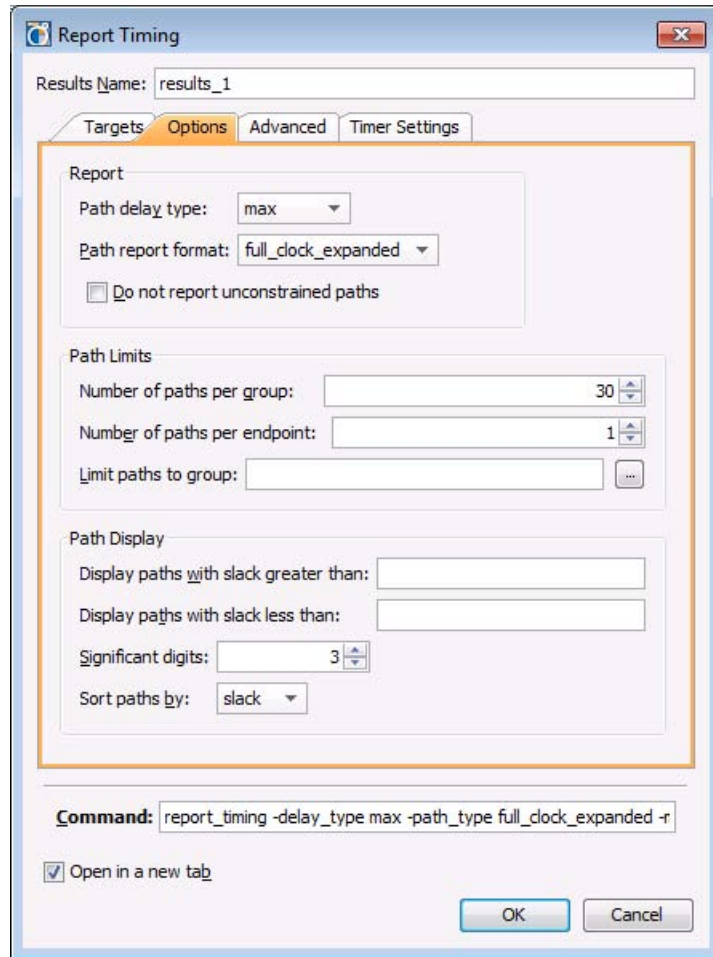

図 21 : [Report Timing] ダイアログ ボックスの [Options] タブ
2. [Options] タブをクリックします (図 21)。